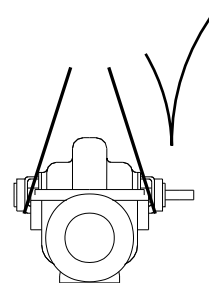

Fig. 1 Bombas KP a eje libre, puntos de izado correctos
2. Instale una correa de izado a cada lado de la carcasa de los rodamientos. Consulte la fig. 1.